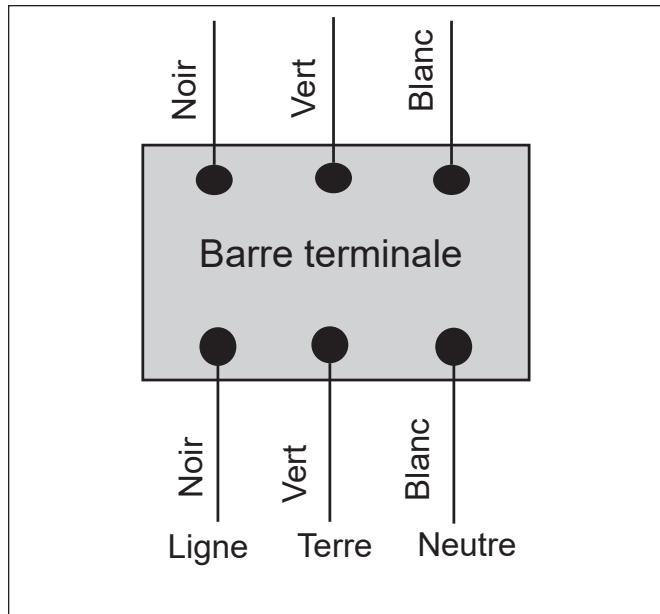

Figure 8. Câblage en usine direct LX2 pour une unité de 110 volts
- b. Pour un fonctionnement en 110 volts, branchez le fil blanc à la ligne neutre blanche. Ensuite, connectez le fil noir à la ligne d'alimentation noire. Voir la Figure 8.